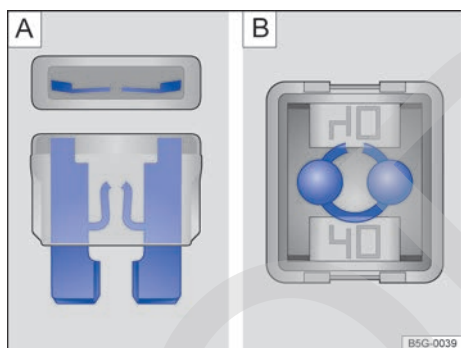

Fig. 158 Fusible fundido: **A)** Fusible enchufable plano. **B)** Fusible tipo bloque.
- Un *fusible enchufable plano* (ATO®, MINI®) fundido se reconoce por la tira de metal quemada visible desde arriba y desde los laterales a través de la carcasa transparente → fig. 158 **A)**.
- Un *fusible tipo bloque* (JCASE®) fundido se reconoce por la tira de metal quemada visible desde arriba a través de la carcasa transparente → fig. 158 **B)**.